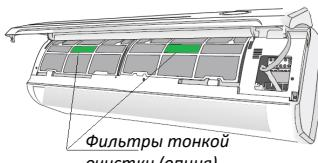

Рис.8
- 7) Если в кондиционере установлены фильтры тонкой очистки(рис.8), то их необходимо извлечь и при необходимости заменить